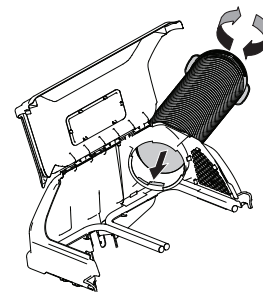

Figura 19
1. Enrosque el extremo superior de la manguera firmemente en el soporte del canal superior. Hay dos lengüetas en la parte interna inferior del soporte del canal superior para permitir que se enrosque firmemente. Consulte la Figura 19.